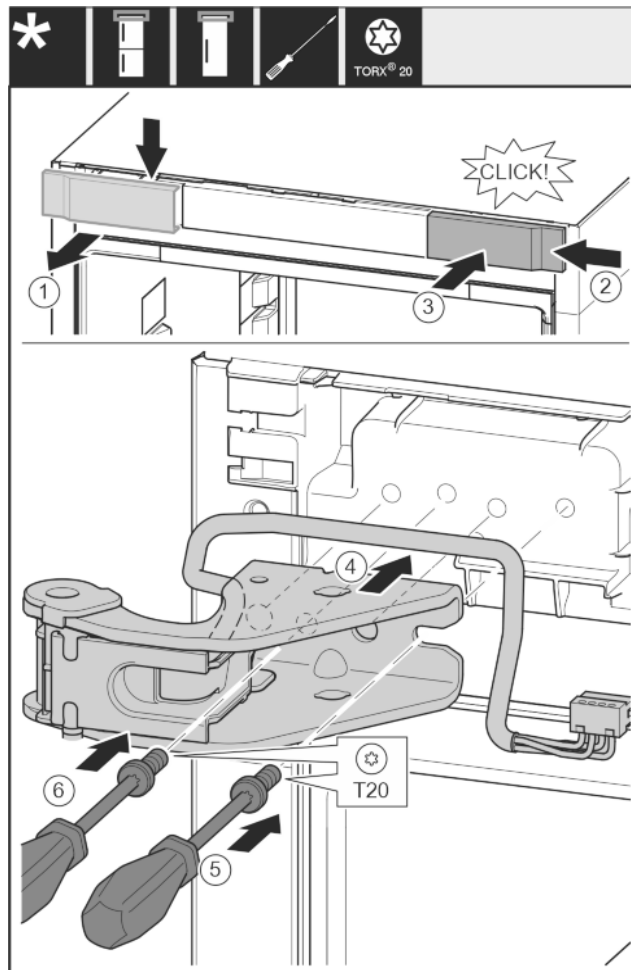

Fig. 25
- Pokrov snemite od zgoraj v smeri naprej. Fig. 25 (1)
- Pokrov, obrnjen za 180°, namestite na drugi strani z desne strani. Fig. 25 (2)
- Zatakните pokrov. Fig. 25 (3)
- Pristavite zgornji ležajni podstavek. Fig. 25 (4)
- Vijak vstavite z izvijačem T20 in ga zategnite. Fig. 25 (5)
- Vijak vstavite z izvijačem T20 in ga zategnite. Fig. 25 (6)